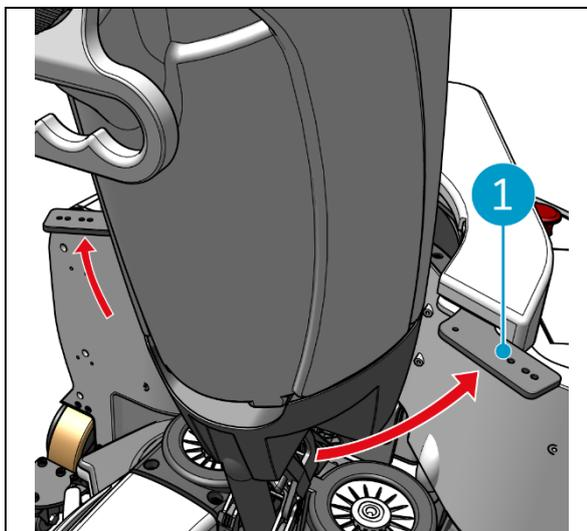

Figura 40
1. Desbloquear o anel de fixação do i-walk (Figura 40, pos. 1).